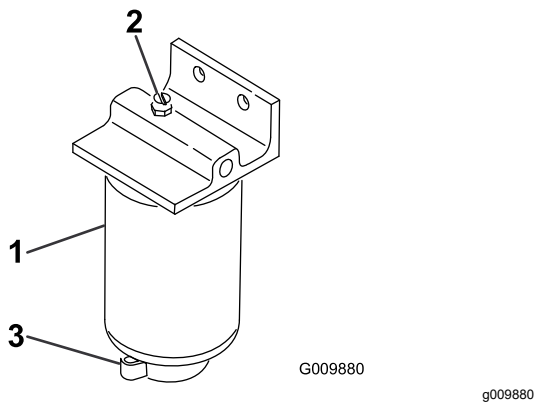

Figura 58
3. Liberte a válvula de escoamento que se encontra na zona inferior do recipiente do filtro (Figura 58).
2. Limpe a zona de montagem do recipiente do filtro (Figura 58).